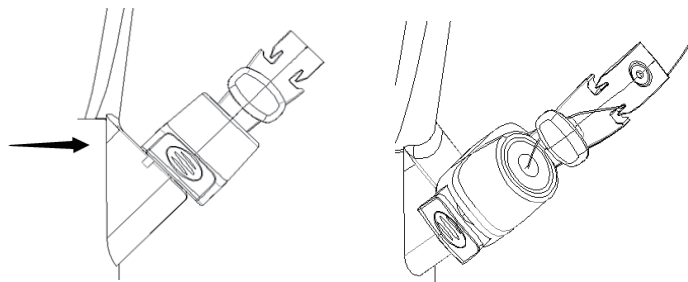

Figura 3
2. Introduceți dispozitivul prin capacul de etanșare, aliniați dispozitivul cu intrarea canalului endoscopului și introduceți încet în mod drept. Când dispozitivul și cablurile de ghidare intră în poziția predeterminată, cablurile de ghidare pot fi blocate în canelura de blocare și cablul de ghidare este blocat (vezi Figura 3). Dacă este necesar, introduceți capătul cablului de ghidare prin partea antiderapantă pentru a fixa cablul de ghidare.